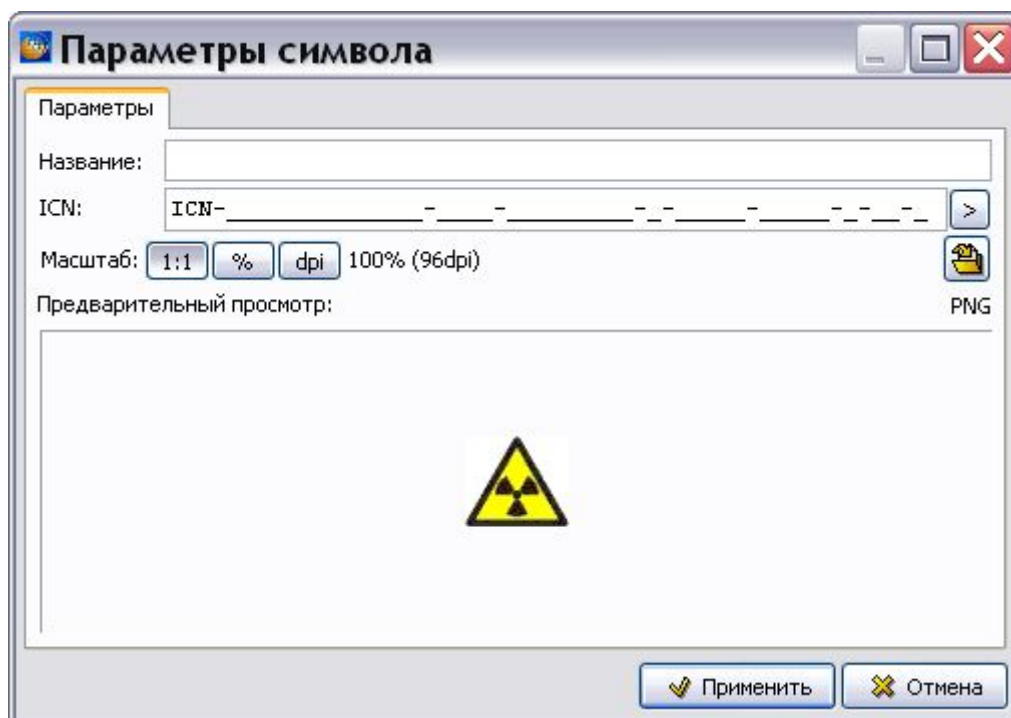

Рис. 3.25
3. В появившемся окне **Параметры символа** отредактируйте значения масштаба и разрешения (DPI) так же, как делали это при вставке графического символа из файла (Рис. 3.25).